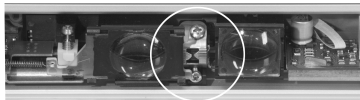

Figure 5.2 Montage module maître / module esclave
- Veillez à ce que le mandrin du support du module s'engage correctement dans le perçage du châssis. La patte du châssis doit être visible au centre du support de module. (figure 5.2 cercle)